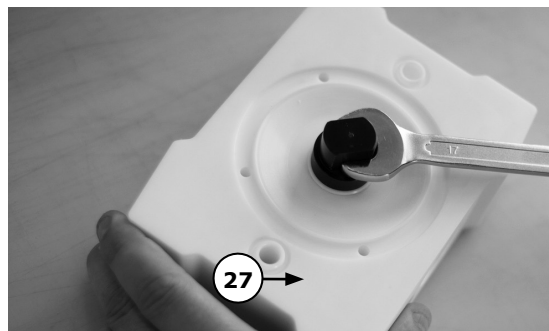

Abbildung 11
Lösen Sie beide Endkappen des Luftventils (27) mithilfe des AV-Werkzeugs (siehe Abb. 11). Schieben Sie das Hauptventil und die Luftventilwelle (keine Luftventilwelle bei VA-P08 und VA-P10) heraus. Schieben Sie das Luftventilgehäuse heraus.
Entfernen Sie die Endkappen, das Hauptventil und die Luftventilwelle aus dem Luftventil (27). Schrauben Sie eine der Endkappen mithilfe des AV-Werkzeugs in das Mittelgehäuse (01), bis sie bündig anliegt (siehe Abbildung 11). Setzen Sie eine der sechs Luftventilgehäuse-Dichtungen (27) in die Endkappe ein.
Setzen Sie die letzte Luftventilgehäuse-Dichtung obenauf und schrauben Sie die zweite Endkappe mithilfe des AV-Werkzeugs in das Mittelgehäuse, bis sie bündig anliegt (siehe Abb. 11).